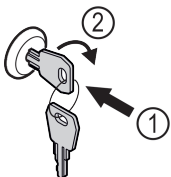

Fig. 123
- ▶ Introduceți cheia prin apăsare Fig. 123 (1).
- ▶ Rotiți cheia cu 90° în sensul acelor de ceasornic Fig. 123 (2).